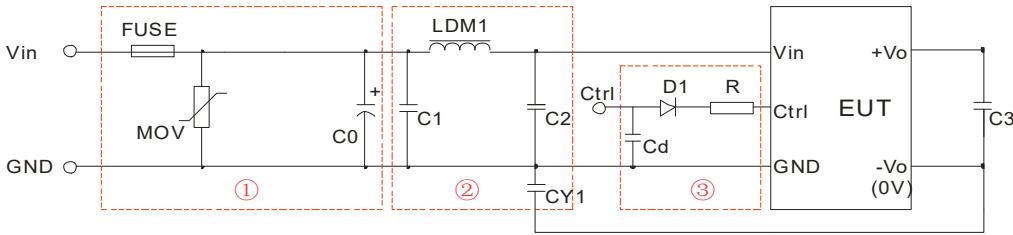

图 3
辐射骚扰	CISPR32/EN55032 CLASS B（推荐电路见图 3-②）
脉冲群抗扰度	IEC/EN61000-4-4 $\pm 2\text{kV}$ （推荐电路见图 3-①） perf. Criteria B
浪涌抗扰度	IEC/EN61000-4-5 line to line $\pm 2\text{kV}$ （推荐电路见图 3-①） perf. Criteria B
- ①图3中第①部分用于EMS测试;第②部分用于EMI滤波,可依据需求选择;
② V_C 为Ctrl端相对于输入地GND的电压, V_D 为D1的正向导通压降, I_C 为流入Ctrl端的电流,一般取5-10mA,Ctrl端外围电路如图3-③;
③若图中元器件无附其参数说明,则此型号外围中不需要这个元器件。